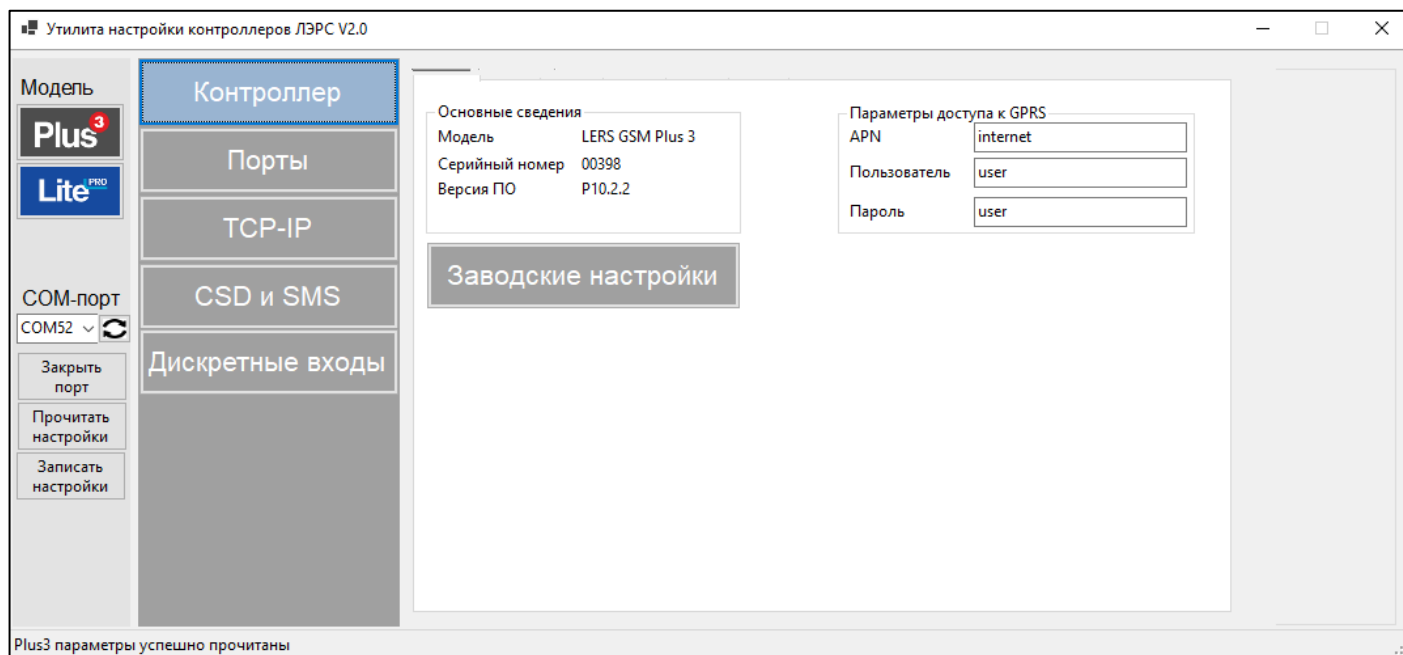

Рис. 4.2 – Утилита LersConfig2, вкладка Plus3 -> Контроллер
- 3) Нажать кнопку «Прочитать настройки». Поля во всех вкладках заполнятся актуальными значениями параметров (см. рис. 4.2).
При необходимости нажатием кнопки «Заводские настройки» на вкладке «Контроллер» (см. рис. 4.2) параметры контроллера возвращаются к изначальным заводским.